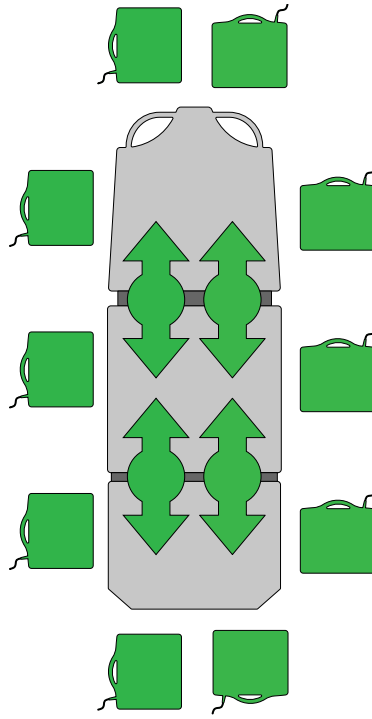

图 30 – 插入或移除 Prime X 可选件上的 X 射线暗盒
1. 使用位于产品所有侧面上的位置指示标签将患者置于产品中间 (图 30)。